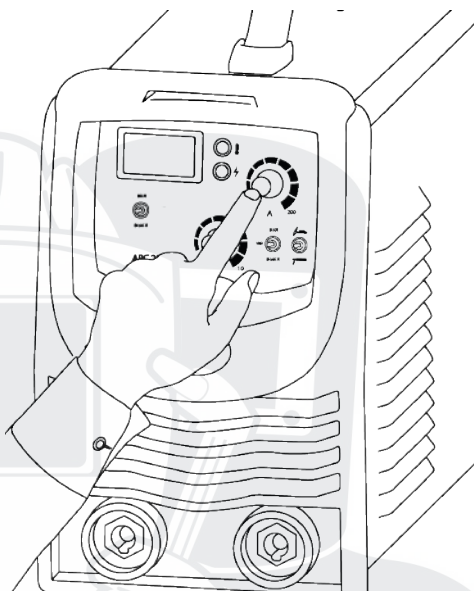

Рис. 8.7. Установка силы тока.
6. Установите необходимое значение силы тока (См. рис. 8.7).